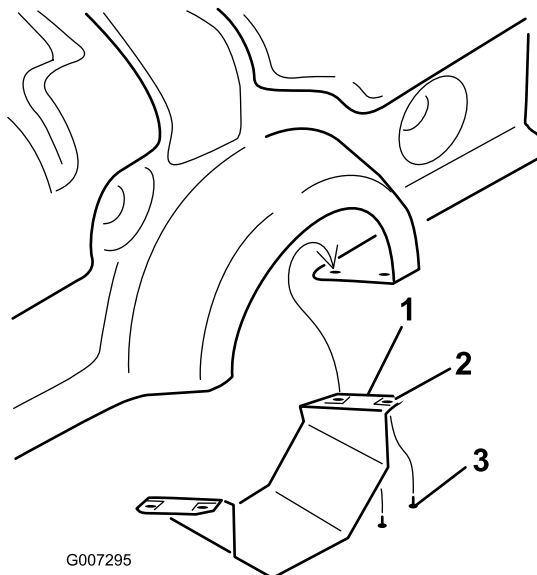

Figure 10
1. Sur le ProCore 864 seulement, déposez la protection inférieure de la PDF (Figure 10).